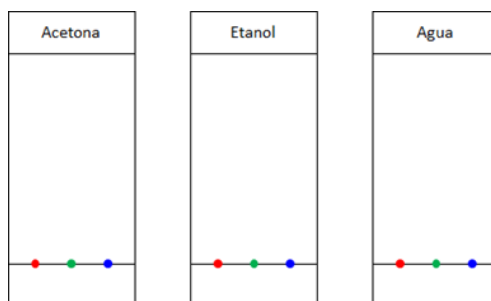

Figura 3.
- Marque en la parte inferior de cada papel tres puntos de diferentes colores (figura 3) con ayuda de los plumones de tinta permanente.